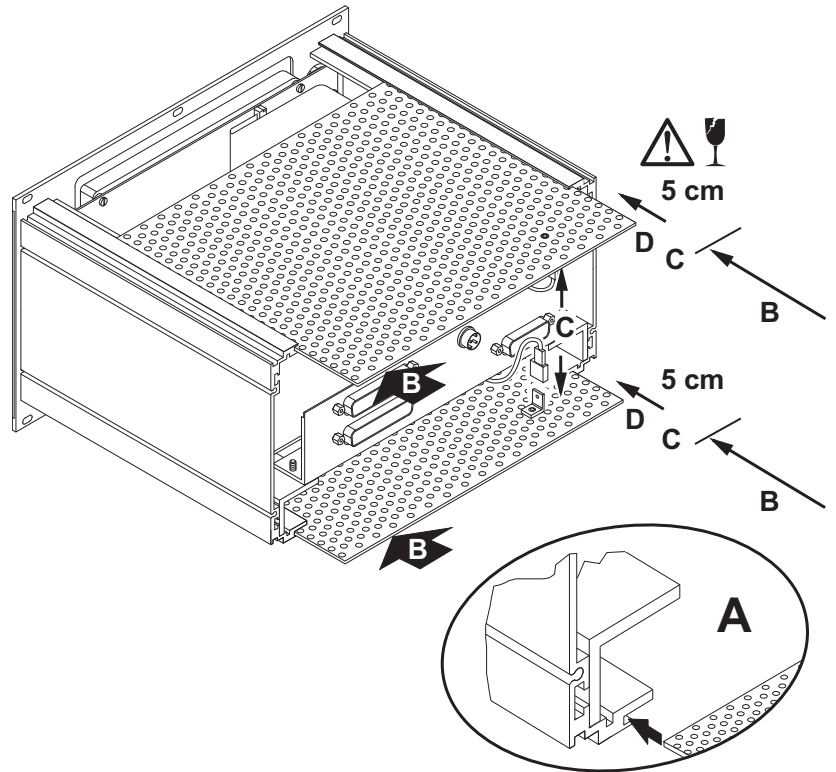

Bild 4-9: Befestigen der Masseverbindungen und Einsetzen der Lochbleche
13. Setzen Sie vorsichtig das obere und untere Lochblech in die jeweiligen Führungsschienen ein (A) und schieben Sie es **bis auf ca. 5 cm** hinein (B). Befestigen Sie vorsichtig die Massekabel auf (C). Achten Sie darauf, die Steckverbindungen und die Kabel nicht zu beschädigen! Schieben Sie die Lochbleche ganz hinein (D). Sie dürfen nicht mehr aus den Führungsschienen herausstehen! (Bild 4-9).